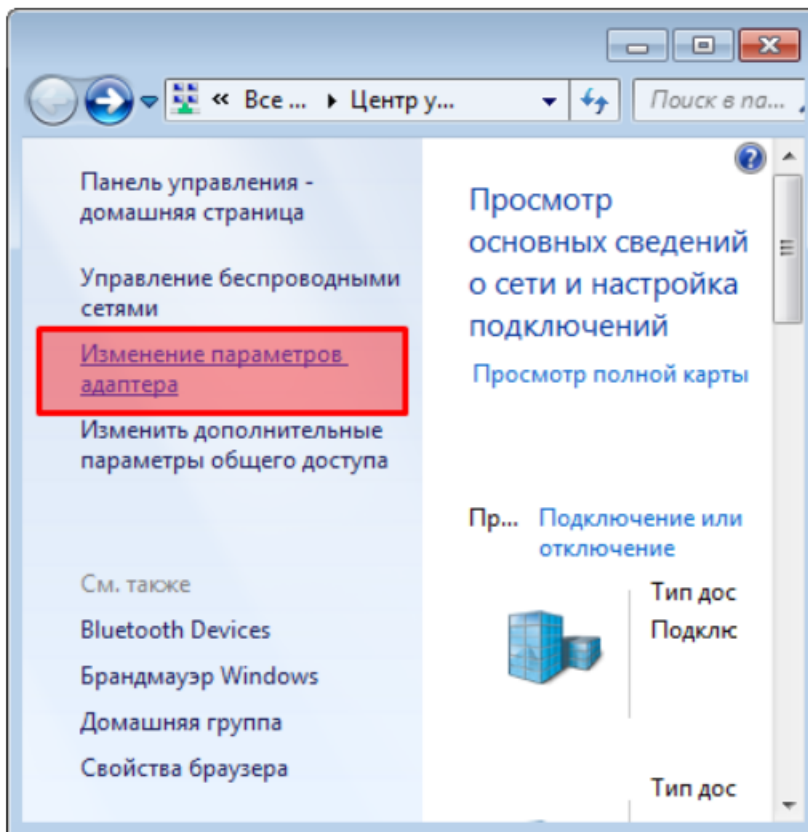

Рис.3
2. Правой кнопкой вызовите контекстное меню и выберите Свойства. Отобразится рис.3